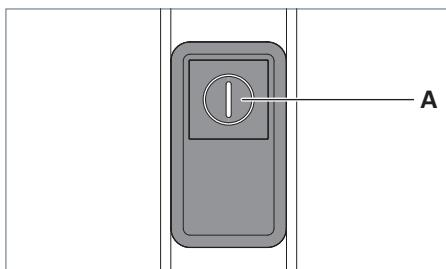

Fig. 19 : Élément de commande.
- ▶ Appuyez sur la touche **A** sept fois de suite rapidement, voir Fig. 19.
- ▶ Appuyez sur la touche **A**, voir Fig. 19.
- ▶ Appuyez sur la touche **A**, voir Fig. 19. ou
- ▶ Appuyez sur la touche **A** et maintenez-la enfoncée, voir Fig. 19. ou